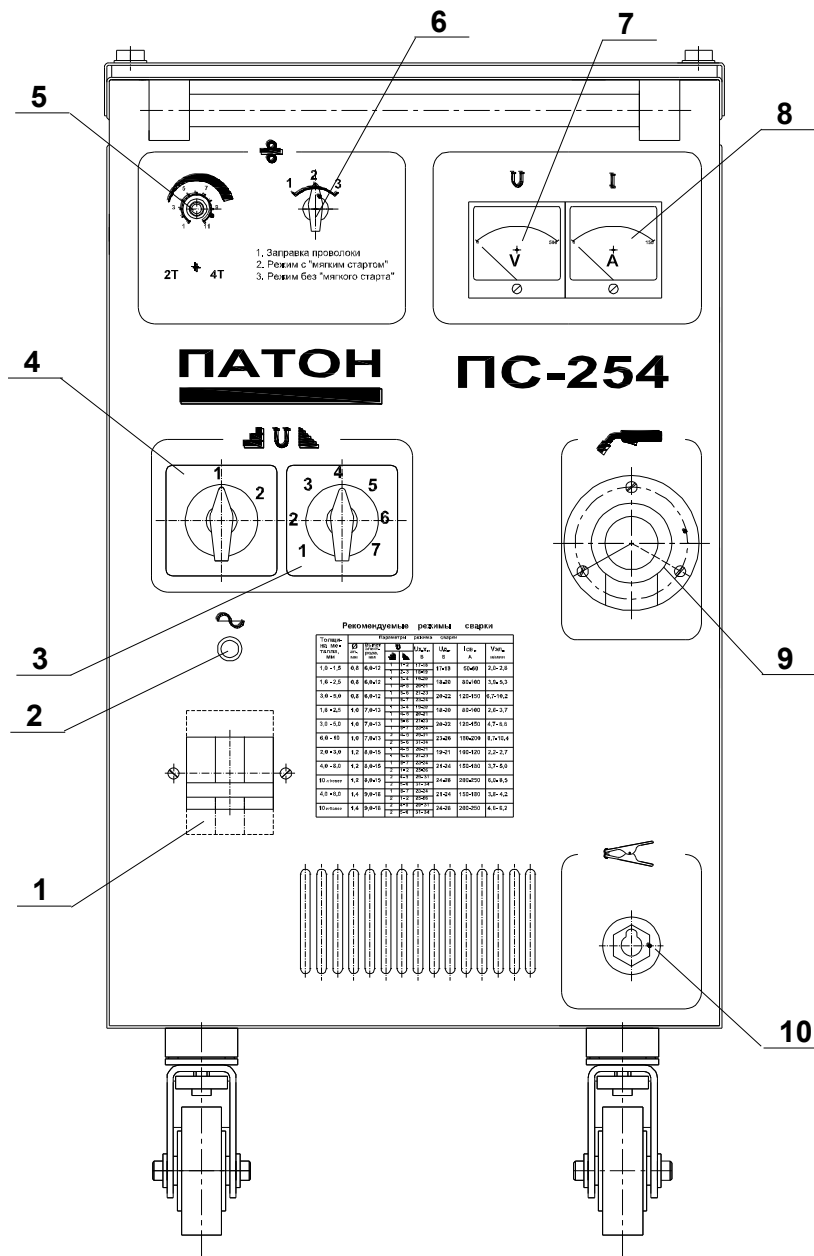

Рис. 1. Панель лицевая выпрямителя
5.2. На лицевой панели полуавтомата размещены: автоматический выключатель, амперметр, вольтметр, переключатель режимов сварки, резистор скорости подачи проволоки, переключатели задания напряжения дуги, евразъем для подсоединения сварочной горелки (см. рис. 1).
5.6. Регулировка скорости подачи сварочной проволоки плавная. Скорость может регулироваться резистором на передней панели (см. рис. 1 поз. 5).
5.9. Режим «Заправка» проволоки обеспечивается переключателем (поз.8) в положении 1, отключающим электроклапаном и сварочное напряжение на горелке. При сварке переключатель (поз.6) переключается в положение 2 или 3 (см. рис.1).
8.3. Пропустите проволоку сквозь сварочную горелку, установив величину вылета сварочной проволоки из мундштука 3-5мм, при этом переключатель (поз.6 рис.1) должен быть в положении 1(режим заправки проволоки) и нажата кнопка на держателе горелки.
8.4. Переключатель (поз.6 рис.1) установить в положение 2 или 3. Положение 2 устанавливается, если сварка ведется на больших токах, тогда автоматически используется “мягкий старт” (дуга надежно возбуждается на малой скорости подачи проволоки, а затем, после задержки, выходит на заданный режим). Поднести сварочную горелку к месту сварки и коснуться проволокой свариваемого изделия. Защитить глаза сварочным щитком. Нажать кнопку на держателе горелки. Скорость движения горелки вдоль свариваемых деталей выбирать исходя из условия получения качественного шва.
8.5. Изменение сварочного напряжения производится переключателями (поз.4) “грубо” и (поз.3) “точно” (см. рис. 1), а сварочного тока - изменением скорости подачи проволоки ручкой (поз. 5) (см. рис.1) или пультом дистанционного управления (поз. 4 рис. 1).